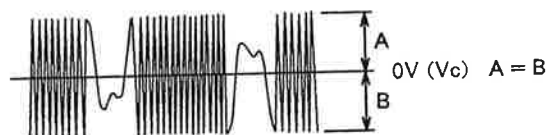

Fig. 5-5
13. Adjust R161 (T-MG) so that the oscilloscope's tracking error waveform (approx. 2 Vp-p) (Fig. 5-5) deflects with Vc being the center.
13. オシロスコープのトラッキング・エラー波形 (約 2Vp-p) が Vc を中心に振れるように R161 (T-MG) を調整する。(図 5-5)
15. Adjust R166 (EF) so that the oscilloscope's tracking error waveform (approx. 2 Vp-p) (Fig. 5-5) deflects with Vc being the center.
15. オシロスコープのトラッキング・エラー波形 (約 2Vp-p) が Vc を中心に振れるように R166 (EF) を調整する。(図 5-5)
7. Adjust **R162** (T-MP) so that the oscilloscope's tracking error waveform (approx. 2 Vp-p) (Fig. 5-5) deflects with Vc being the center.
17. Adjust **R163** (T-Pt) so that the oscilloscope's tracking error waveform (approx. 2 Vp-p) (Fig. 5-5) deflects with Vc being the center.
7. オシロスコープのトラッキング・エラー波形（約2Vp-p）がVcを中心に振れるように **R162** (T-MP) を調整する。(図5-5)
17. オシロスコープのトラッキング・エラー波形（約2Vp-p）がVcを中心に振れるように **R163** (T-Pt) を調整する。(図5-5)